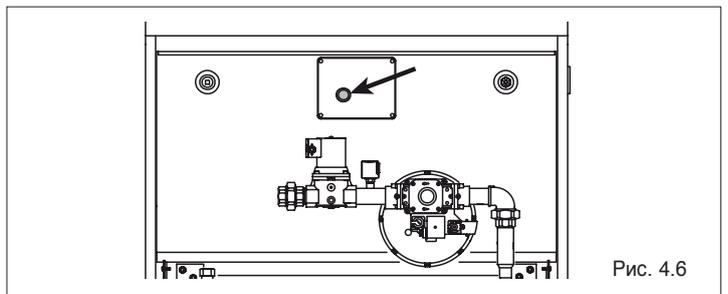

Рис. 4.6
- подождите примерно 1 минуту и нажмите кнопку «разблокировка горелки» (Рис. 4.6), расположенную на электрическом щитке;